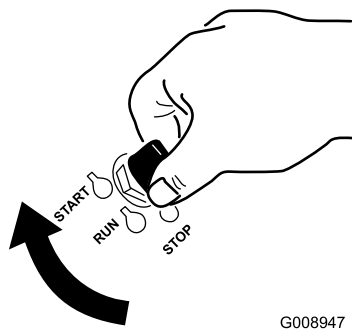

Bild 17
1. Drehen Sie den Zündschlüssel auf die Start-Stellung (Bild 17). Lassen Sie den Schlüssel los, sobald der Motor anspringt.
7. Drehen Sie den Zündschlüssel auf die Start-Stellung (Bild 17). Lassen Sie den Schlüssel los, sobald der Motor anspringt.